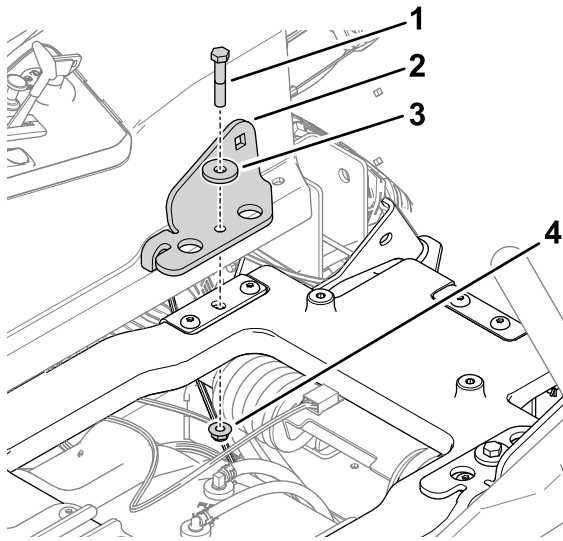

Bild 7
- Befestigen Sie die Sicherheitsgurthalterungen mit zwei Teilgewindeschrauben ($\frac{3}{8}$ " x 2"), zwei Unterlegscheiben und zwei Sicherungsmuttern ($\frac{3}{8}$ ") an der Sitzplattform, wie in **Bild 7** dargestellt. Wiederholen Sie den Vorgang auf der anderen Seite.